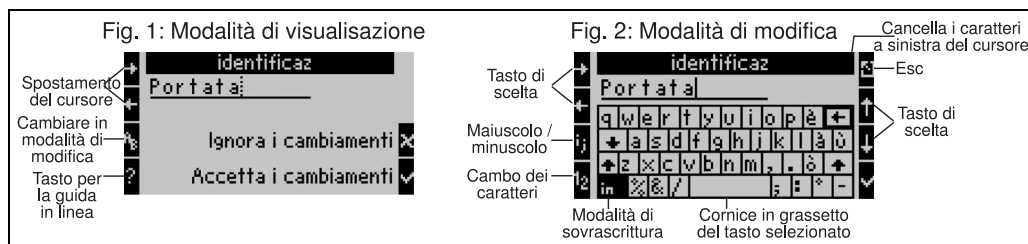

Fig. 17: Esempio.: Modifica di una definizione mediante la tastiera libera
1. Portare il cursore mediante i tasti a freccia davanti ad un carattere, nel punto dove si vuole inserire un altro carattere. In caso si voglia sovrascrivere l'intero testo, spostare il cursore completamente a destra. (→ Fig. 17, Vista 1)
3. Con i tasti ij/IJ e ½ selezionare caratteri maiuscoli/minuscoli o numeri. (→ Fig. 17, Vista 2)
4. Con i tasti a freccia, selezionare i tasti e confermare con il segno di spunta. In caso si voglia cancellare del testo, selezionare il tasto in alto a destra. (→ Fig. 17, Vista 2)
6. Premere Esc per passare dalla modalità di modifica a quella di visualizzazione e confermare la modifica mediante segno di spunta. (→ Fig. 17, Vista 1)
- In modalità di modifica (→ Fig. 17, Vista 2) non è possibile spostare il cursore! Ritornare con il tasto Esc alla finestra precedente (→ Fig. 17, Vista 1) e posizionare il cursore sul carattere da modificare. Premere quindi nuovamente il tasto AB.